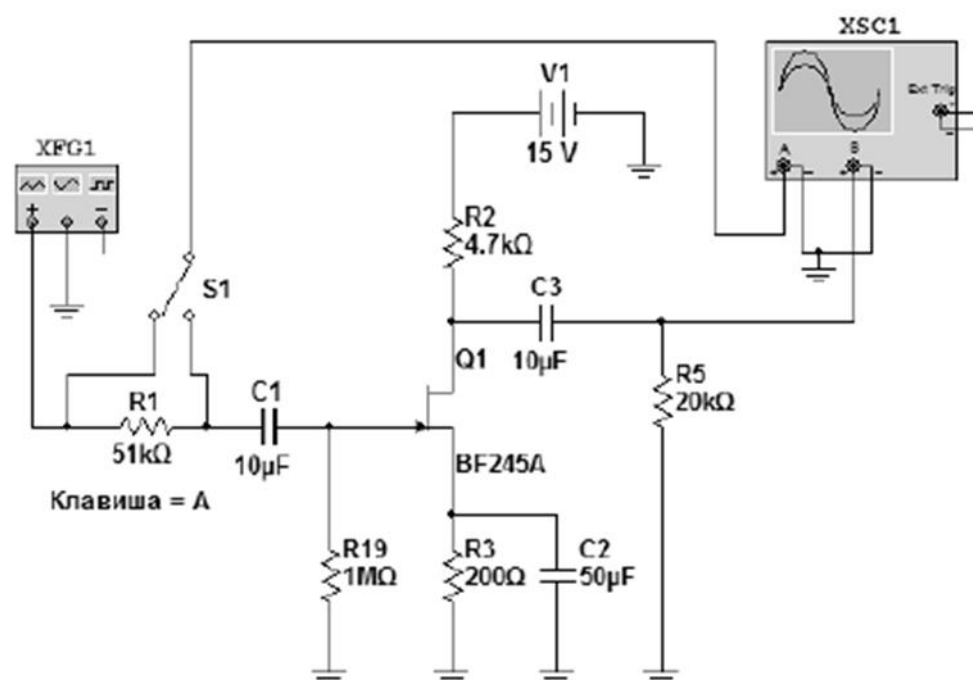

Рис. 1.2. Принципиальная схема каскада усилителя с общим истоком
3.4. Снять частотную характеристику каскада с общим истоком (рис. 1.2) и измерить его входное сопротивление.